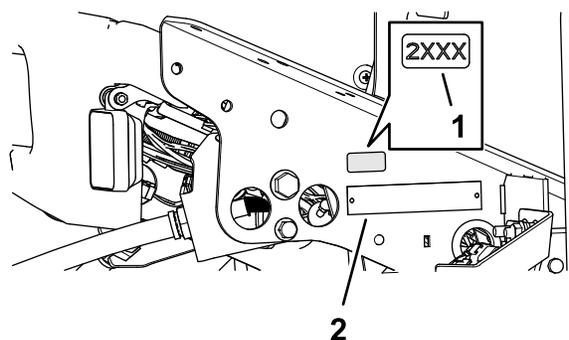

Рисунок 39
1. Очистите поверхность в зоне кронштейна пола рядом с табличкой с серийным номером протирочным спиртом и чистой ветошью и дайте кронштейну высохнуть (Рисунок 39).